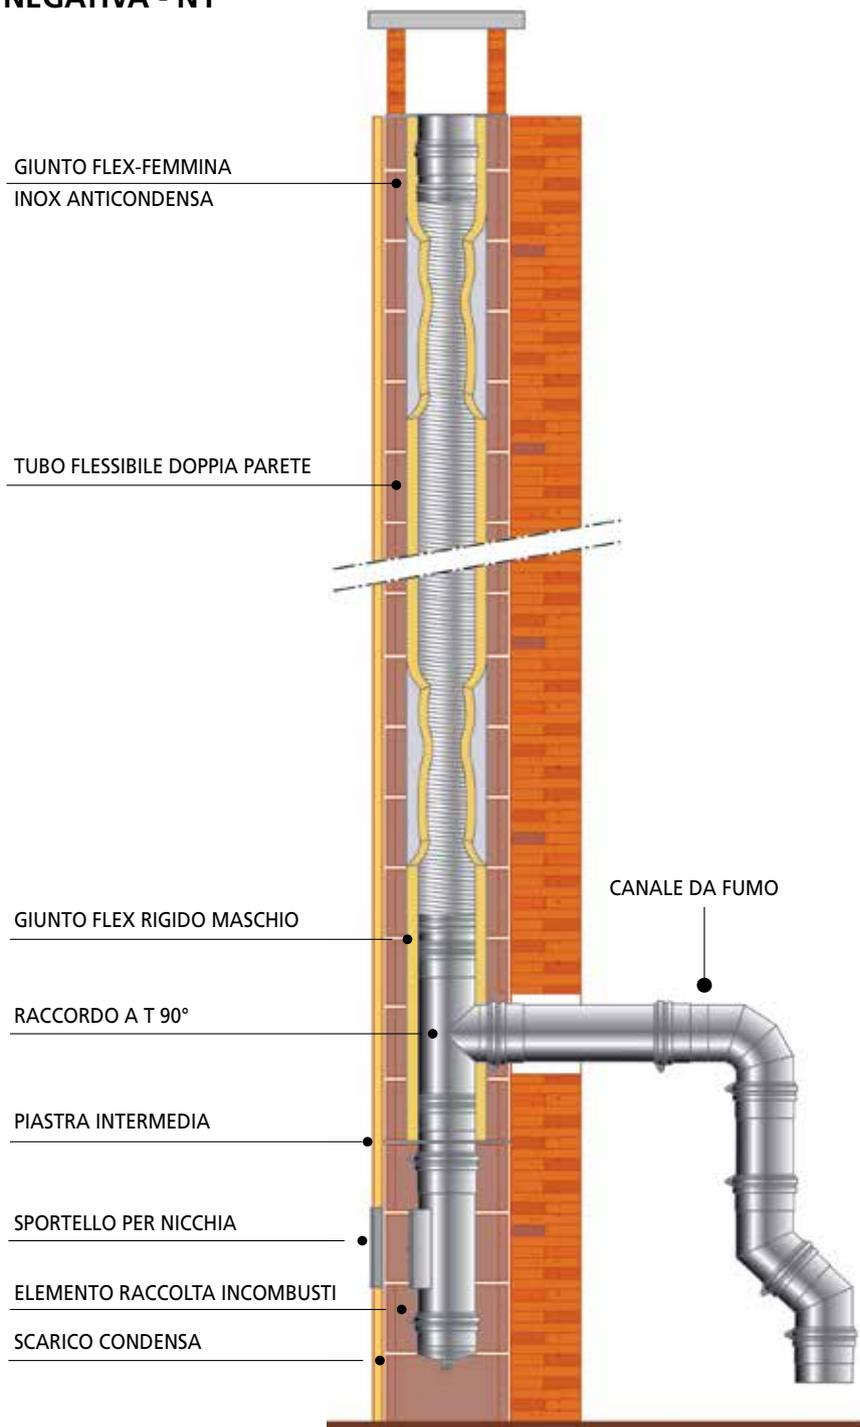

FIGURA 23
- Inserire ora il raccordo a T 90° che permette di collegare il canale da fumo al camino. Posizionare quindi il manicotto di giunzione tra gli elementi rigidi e quelli flessibili (**figura 23**).